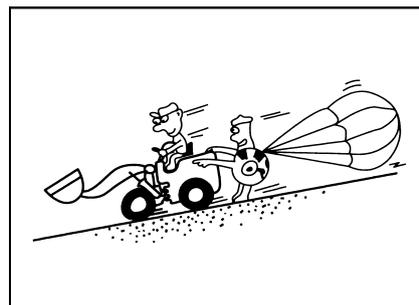

Рис. 1-63
- Если двигатель выключен на откосе (уклон $<15^\circ$), то немедленно нажать ногой тормозную педаль до упора для торможения, и опустить ковш до поверхности земли, потом проводить стояночное торможение. Поставить рычаг для переключения передач на нейтральное положение, при этом запустить двигатель(рис. 1-63).